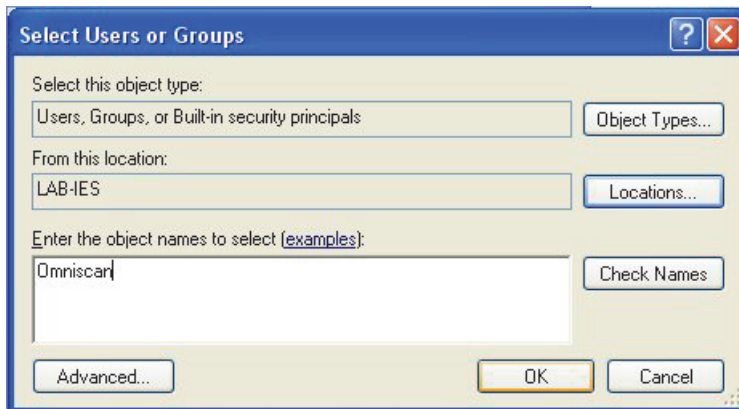

Рис. 7-16 Окно Выбор пользователей и групп (Windows XP)
8. В диалоговом окне **Select Users or Groups** (Выбор пользователей и групп) щелкните на кнопке **Locations** [Размещение] (см. Рис. 7-16 на стр. 229).
10. Вернувшись в окно **Select Users or Groups**, введите **OmniScan** (см. Рис. 7-16 на стр. 229) в текстовом поле **Enter the object names to select** и нажмите **ОК**.
13. В диалоговом окне **Select Users or Groups** (Выбор пользователей и групп) щелкните на кнопке **Locations** [Размещение] (см. Рис. 7-16 на стр. 229).
15. Вернувшись в окно **Select Users or Groups**, введите **Omniscan** (см. Рис. 7-16 на стр. 229) в текстовом поле **Enter the object names to select** и нажмите **OK**.